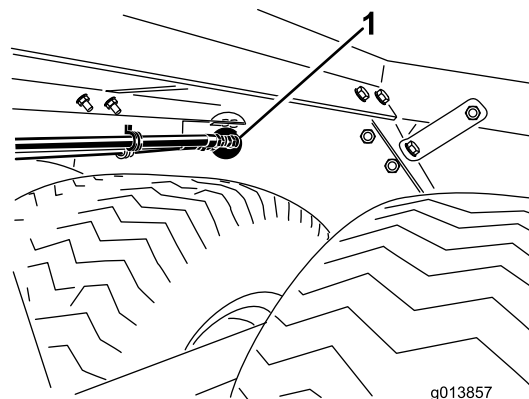

Figura 2
7. Assicuratevi che i raccordi di entrata e di uscita e la staffa di montaggio della guida dei flessibili corrispondano perfettamente ai fori tondi nella parete posteriore dello chassis (Figura 2).